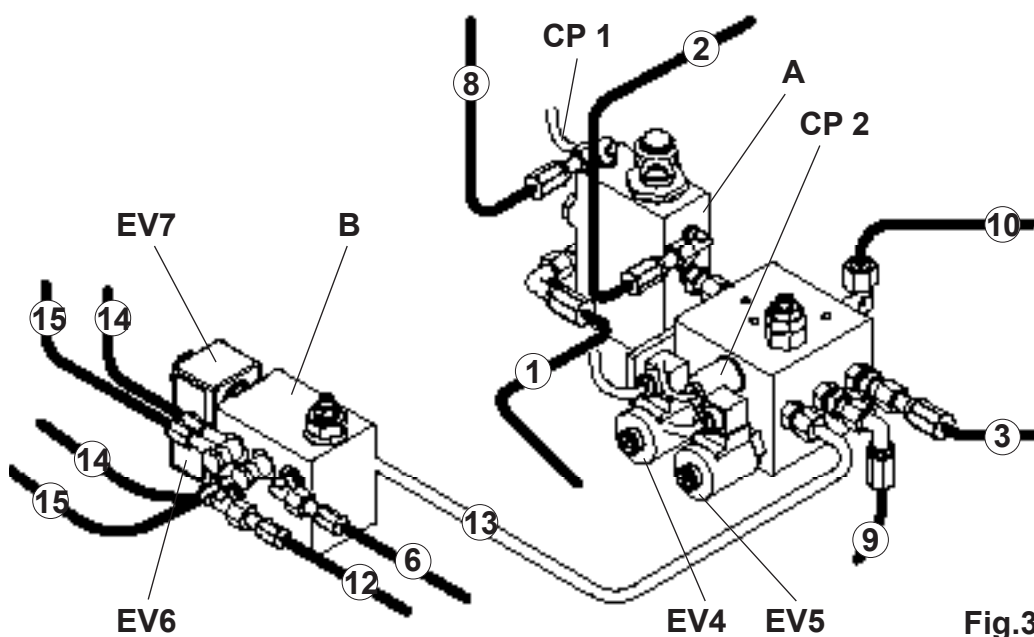

Fig.3
- Raccorder les tuyaux du chemin de roulement P1 (1-2-3) sur le bloc valves (A) à l'aide des raccords prévus à cet effet.
- Raccorder les tuyaux de drainage (4 et 5) au pupitre de commande à l'aide du tuyau (7).
- Raccorder les tuyaux (6) et (12) à l'unité de commande.
- Remplir le réservoir (11) avec de l'huile ESSO NUTO H32 ou une huile équivalente.
- Raccorder les câbles électriques de l'unité de commande aux électrovannes EV4-EV5-EV6-EV7 et aux pressostats CP1-CP2 (fig.3)
- Raccorder les câbles électriques de l'unité de commande aux électrovannes EV4-EV5-EV6-EV7-EV8 et aux pressostats CP1-CP2 (Fig.3)